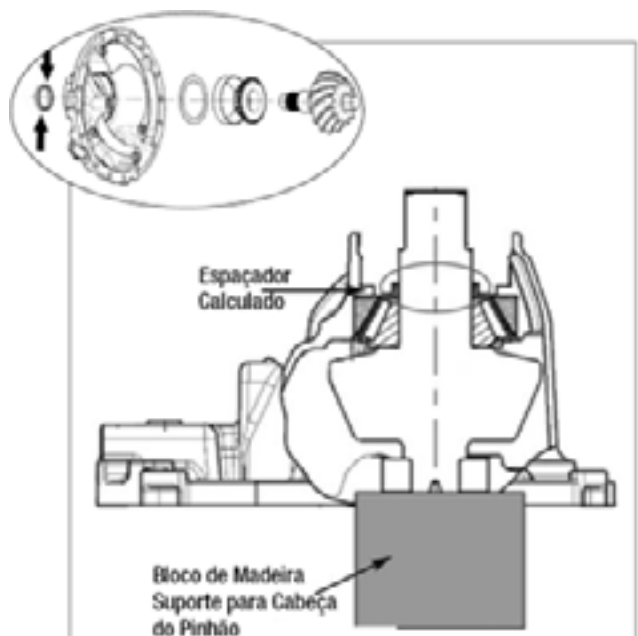

Fig. 2.31
18. Posicione o espaçador determinado acima para obter-se a pré-carga dos rolamentos do pinhão (Fig. 2.31) e continue montando o diferencial.